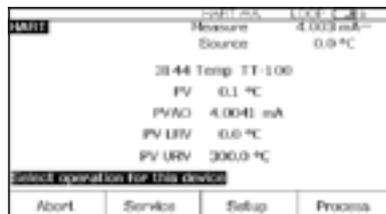

Figura 11.
1. Ligue o calibrador Fluke 754. Pressione a tecla **HART** vermelha seguida da tecla de função **Power Loop** (Potência de Loop). Pressione **ENTER** para ignorar as telas de advertência e o 754 exibirá as informações HART básicas do 3144 (Figura 11).